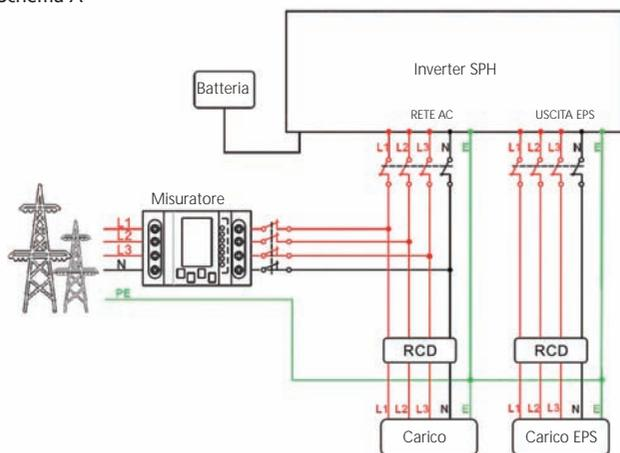

Fig. 5.20
- Riferirsi alle Fig. 5.20 e 5.21 se si vuole usare sia l'energia dalla rete che quella di back-up (dalla batteria). Collegare l'uscita AC alla rete e l'USCITA EPS come indicato nello schema.